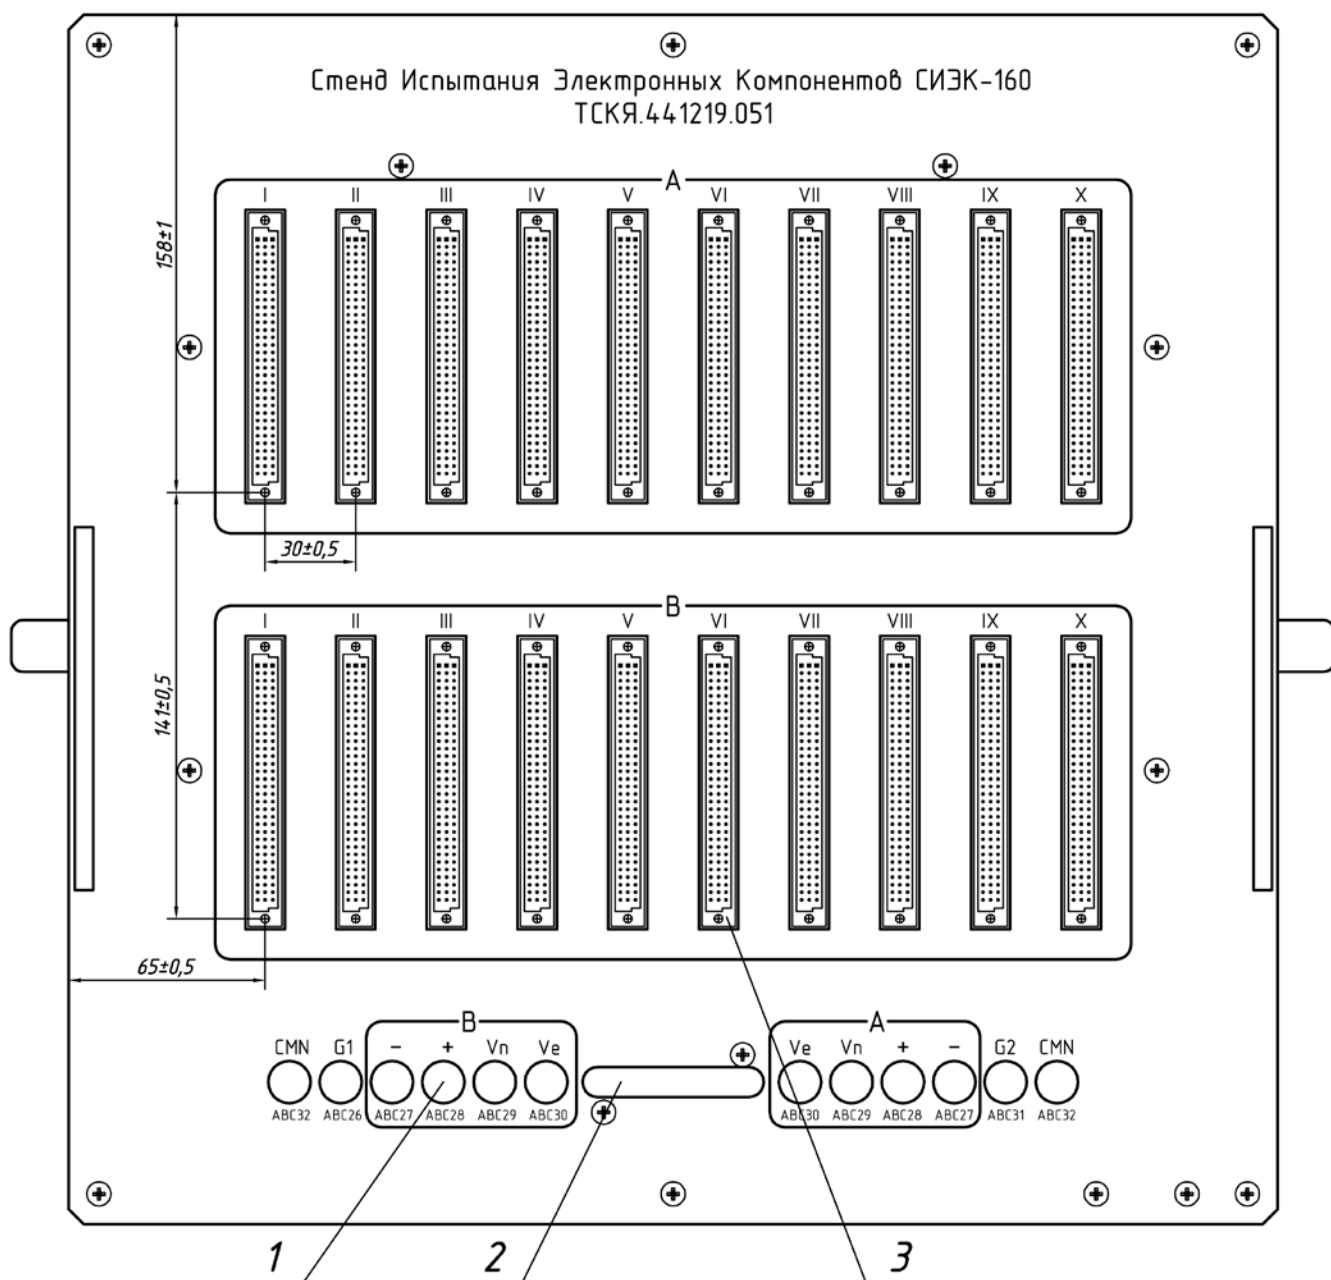
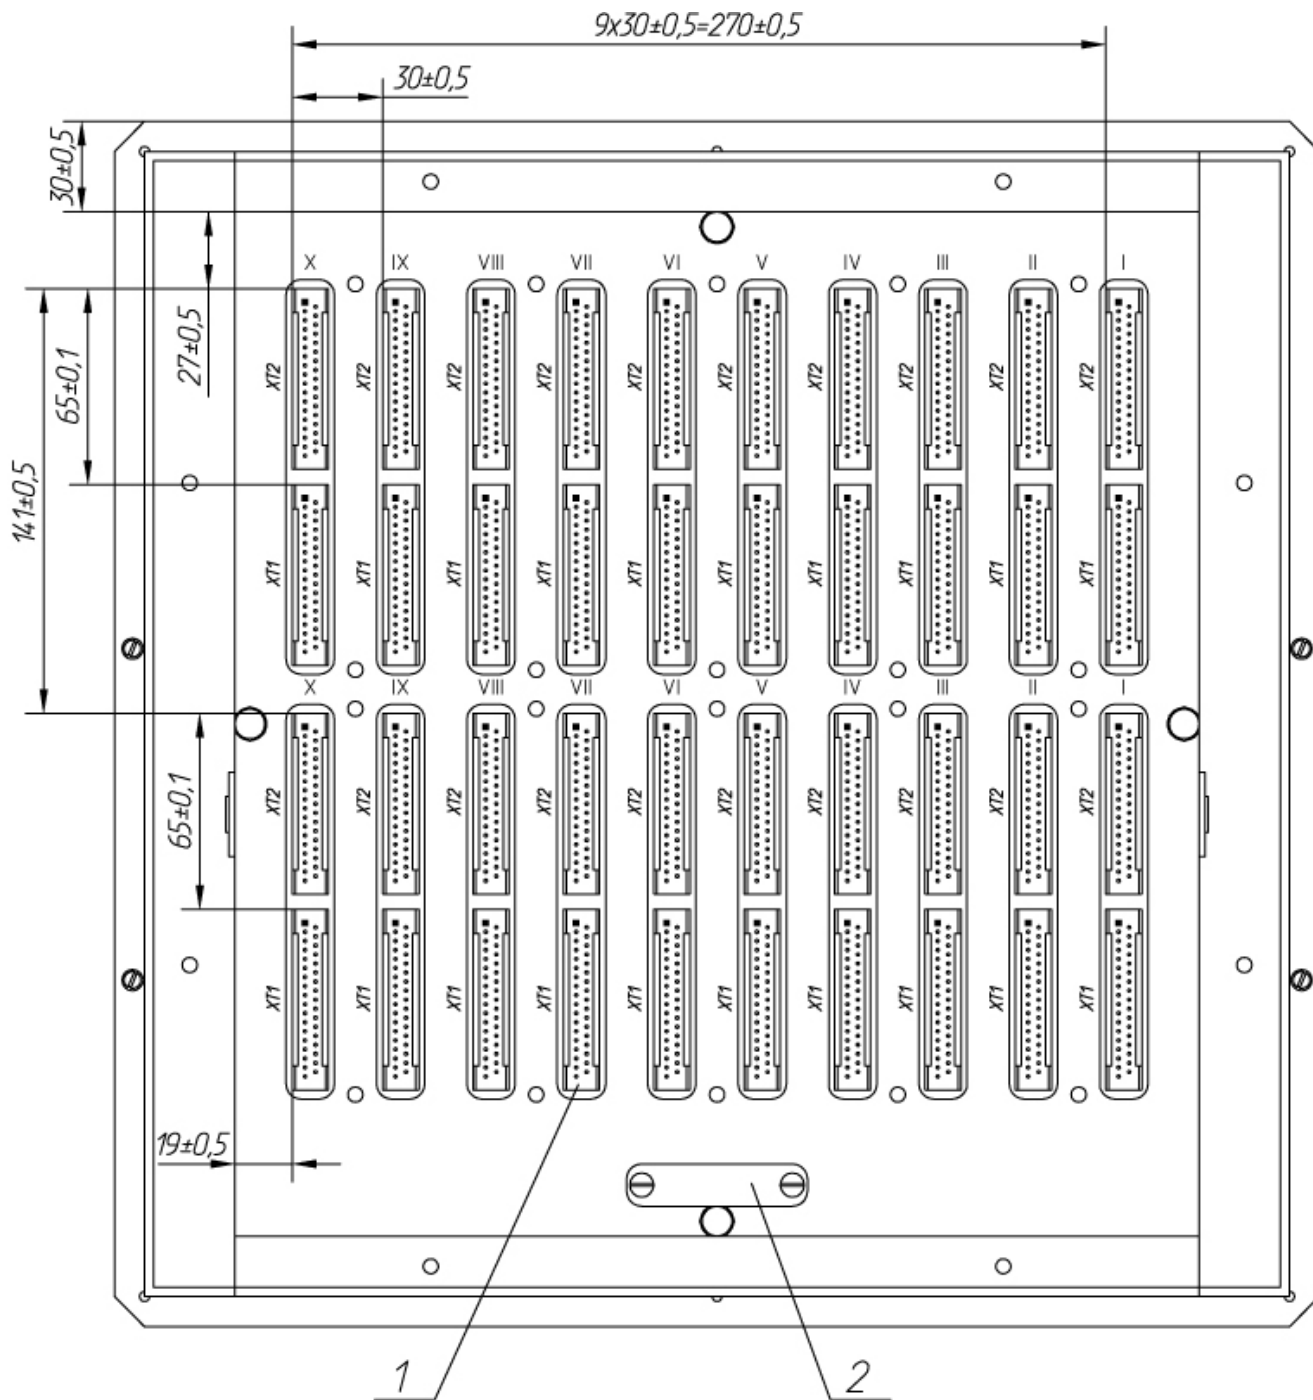

Рисунок 4 – Лицевая панель кассеты ТСКЯ.441551.051-01
Рисунок 5 – Задняя панель кассеты ТСКЯ.441551.051-01
4.2.1 Кассета состоит из лицевой панели, на которой расположены разъёмы, обеспечивающие коммутацию устройств, задающих внешние воздействия на электронные компоненты (рис.4) и задней панели, на которой расположены разъёмы, обеспечивающие соединение коммутационных плат с установленными на них электронными компонентами (рис. 5). Теплоизоляция лицевой панели кассеты от внутренних "горячих" частей камеры выполнена с помощью волокнистой теплоизоляции, занимающей весь свободный объём кассеты.
4.2.2 Кассета представляет собой коммутирующее устройство, организующее прохождение сигналов между разъёмами, расположенными на лицевой и задней панелях. Кассета состоит из 20 групп, включающих в себя 3 разъёма, соединённых согласно схеме рис.6 и обозначенных на рис.4 и 5 римскими цифрами I-X. Кроме того, на кассете располагаются 10 силовых контактов "Ve", "Vn", "+", "-" по группам А и В, общие для всех групп контакты "G" и "CMN", согласно схеме. Возможно отдельное включение групп А и В. Рекомендуемые параметры для производства оснастки приведены в приложении 2.
4.2.3 Для проведения работ по аттестации стенда, предусмотрено специальное отверстие, закрытое панелью 2 (рис. 4) и планкой 2 (рис. 5). Свободное пространство этого отверстия, после установки соответствующего измерительного оборудования необходимо уплотнить.